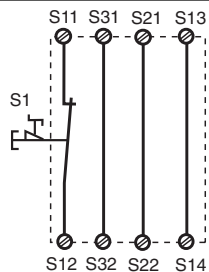
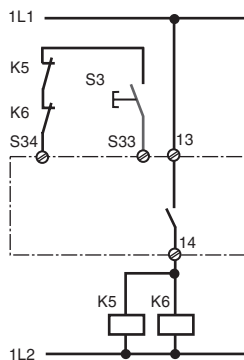

Fig. 2: Circuito de entrada monocanal, automat. rearme/Circuito di entrata monocanale, start automat./Eenkanalig ingangscircuit, automatische start
Fig. 9: como la Fig. 8 con rearme supervisado/come fig. 9 con start controllato/ Zoals fig. 9 met bewaakte start
En las fig. 2... a fig.9 se presentan ejemplos de conexionado posibles; paro de emergencia. Los cortocircuitos a través del paro de emergencia también son detectados.
- Fig. 2 y 7: S33-S34 **no** conectado
In fig. 2 ... fig. 9 sono riportati degli esempi di collegamento per il cablaggio di arresto d'emergenza con start automatico e manuale, per il comando delle porte di sicurezza, nonché per la moltiplicazione dei contatti mediante relè esterni.
- Fig. 2 e 7: **nessun** collegamento S33-S34
In fig. 2 ... 9 worden aansluitvoorbeelden gegeven van noodstopshakelingen met automatische en bewaakte start, hekbewakingen en contactvermeerdering d.m.v. externe magneetschakelaars.
- Fig. 2 en 7: **geen** verbinding S33-S34